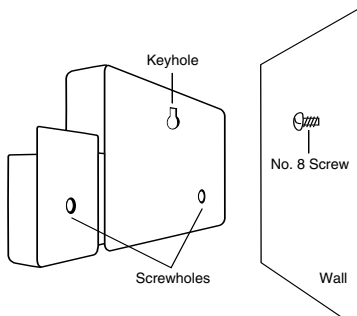

Ilustración 18: Montaje del Regulador
- Atornille contra la pared un tornillo N. 8 en cada uno de los dos agujeros que están en la parte inferior de la caja del regulador [Vea ilustración 18].